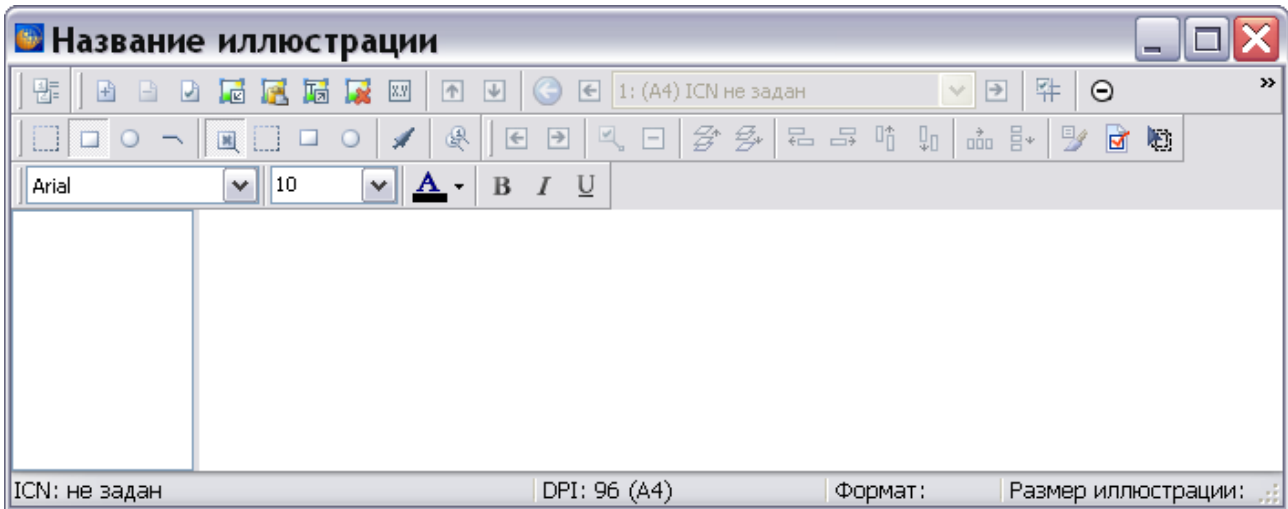

Рис. 13.30
4. Заполните вкладку **Атрибуты** и нажмите на кнопку **Применить**. После этого откроется окно для создания и редактирования иллюстраций (Рис. 13.30).